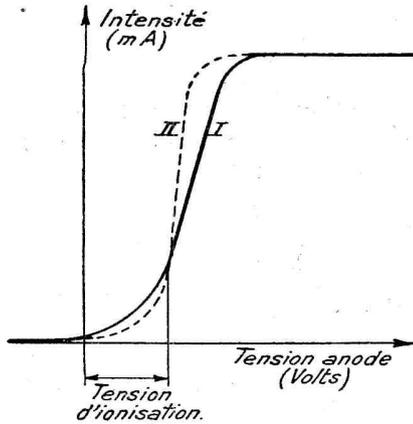

Fig. 8
lequel règne le vide le plus parfait. Nous obtenons une courbe comme sur la fig. 8 (I). La forme de cette courbe est bien connue. Elle est analysée en détail par l'étude mathématique à la-